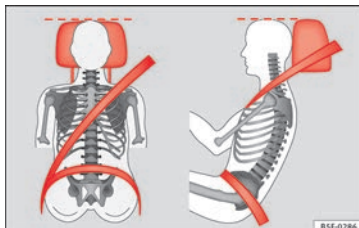

Fig. 86 Poggiatesta posizionato correttamente, vista frontale e laterale.
- Regolare il poggiatesta portandone il bordo superiore alla stessa altezza della parte superiore della testa, almeno all'altezza degli occhi » » **fig. 86.**